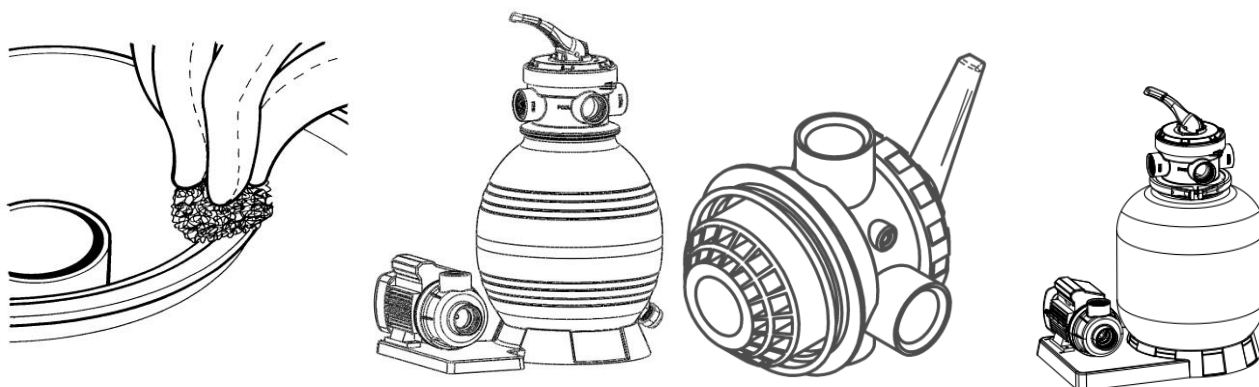

Abb.5
5. Nehmen Sie den Trichter ab und reinigen Sie den Rand der Behälteröffnung sorgfältig von Sandrückständen. Um die Inbetriebnahme zu erleichtern, wird empfohlen, den Sandfilterbehälter zu $\frac{3}{4}$ mit Wasser zu befüllen. Dann montieren Sie das 4-Wege Ventil und die Filterdichtung (O-Ring, Abb. 5) Die Verbindung erfolgt mit einem Spannring. Der Spannring wird mit Spannringschraube und Spannringsmutter verschraubt.